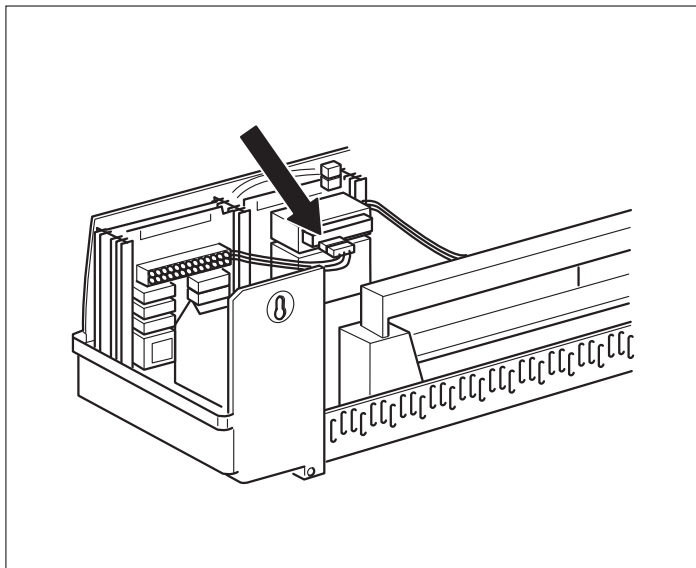

Рис. 16 Подключение напряжения 230 В
- Вставьте соединительный штекер (230 В) модуля в предусмотренный для него разъем (для подключения модуля в разъем 2, см. стрелку на Рис. 16).